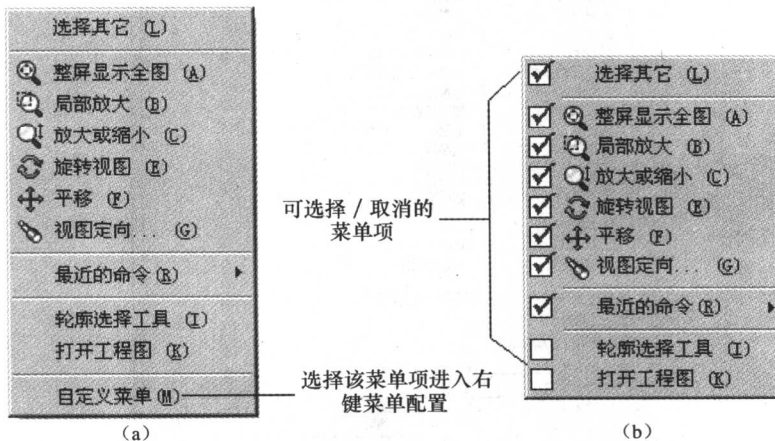

图 1-6 右键菜单配置
- 在视图区单击鼠标右键弹出菜单，选择【自定义菜单】进入菜单编辑模式，如图 1-6 (a) 所示。
- ▶ 根据需要选择/取消菜单项，如图 1-6 (b) 所示，其中打勾的菜单项表示将在弹出右键菜单中显示。